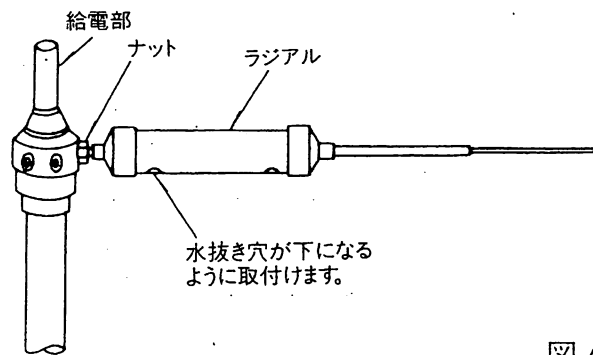

図4
- 5) 各ラジアルを給電部のネジ部にいっぱい差し込んだのち、水抜き穴が下になる様にもどしてから、付属の六角ナットを対辺19のスパナあるいはモンキーレンチで締めつけて固定します。図4